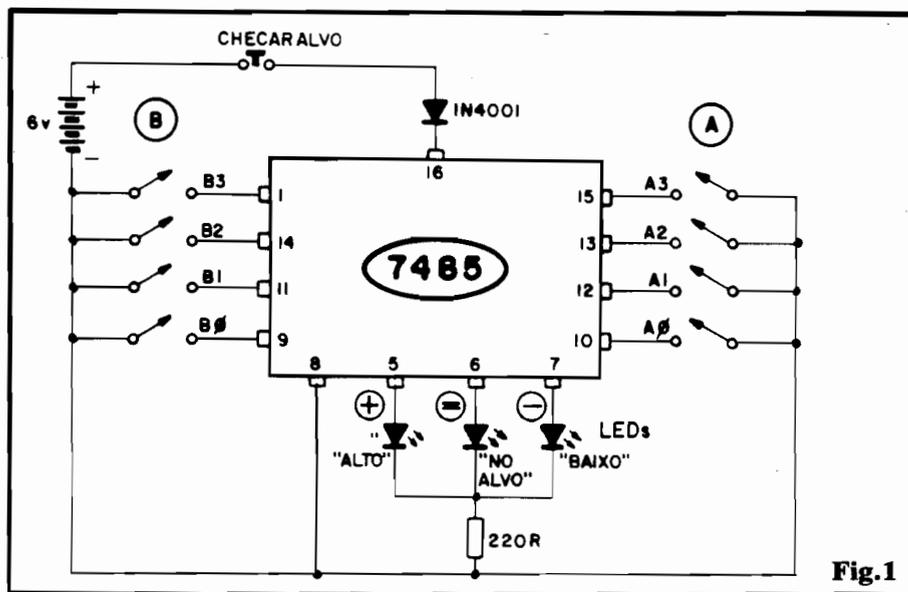

Fig.1
- **FIG. 1 - O CIRCUITO** - Tudo está centrado (na verdade ele é o único "componente" ativo...) num Integrado TTL 7485, classificado como **comparador de magnitude/4 bits**, ou seja: apresenta dois conjuntos de Entradas, cada um com acesso para 4 bits ou quatro "pesos" binários e um conjunto de Saídas, em número de 3, sendo uma para " $A = B$ ", uma para " $A < B$ " e uma para " $A > B$ ", de forma que, dependendo da comparação do número binário oposto às duas Entradas de 4 bits, uma (e apenas **uma** das Saídas, indicará (ficando digitalmente "alta"...)) a relação de grandezas entre as tais Entradas... É simplesmente **tudo** o que queremos! Observando o esquema (fig. 1) verifiquem as Entradas "A" e "B" e lembrem-se que, estando o interruptor acoplado a cada um dos bits, desligado, a referida Entrada é interpretada pelo